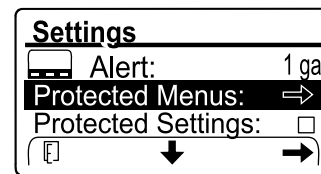

Figure 108
1. Saisissez le code PIN de l'option MENUS PROTÉGÉS (Figure 108) ; voir Accès aux menus protégés (page 22).